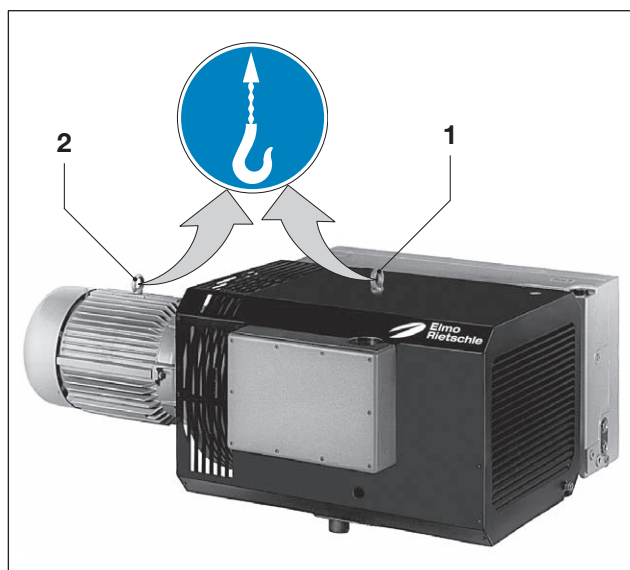

Fig. 1 Levage et transport
- b) Pour lever et transporter la machine, il convient de la suspendre à un outil de levage par l'anneau de levage du corps de pompe (fig. 1/1) et celui de l'enveloppe du stator (fig. 1/2). Si aucun anneau de levage ne se trouve sur cette dernière, soulever le moteur au moyen d'une élingue.